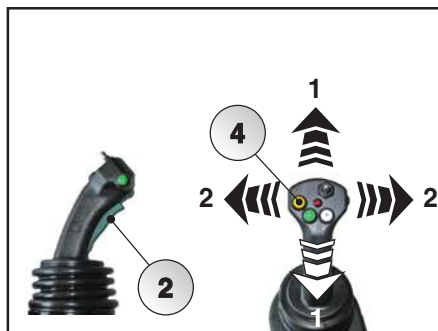

Abb. 5.76
Den grünfarbigen Sicherheitsknopf (2) (Fahrer anwesend) und den gelbfarbigen Knopf (4) gedrückt haltend, ist es möglich den Joystick Hebel wie im Bild 5.76 zu richten u. die Schnellkupplungen wie im Bild 5.77 gezeigt zu fördern.